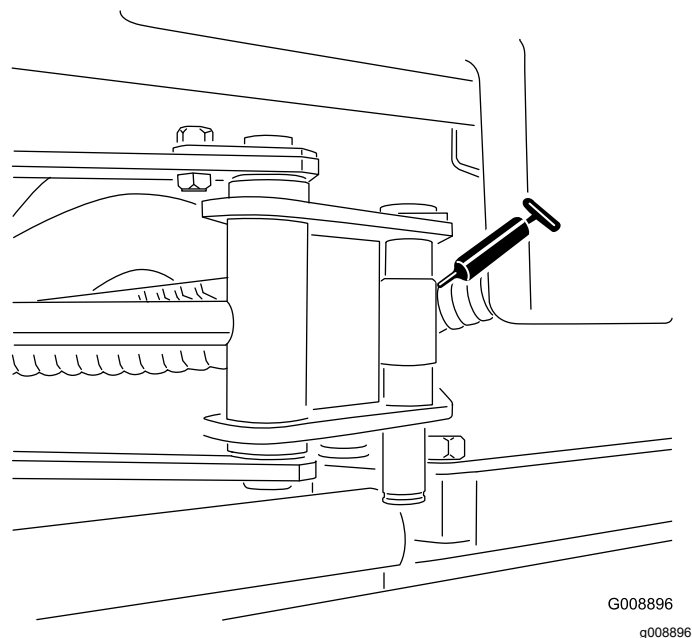

Figura 34
- Duas extremidades do cilindro sidewinder (Figura 34)